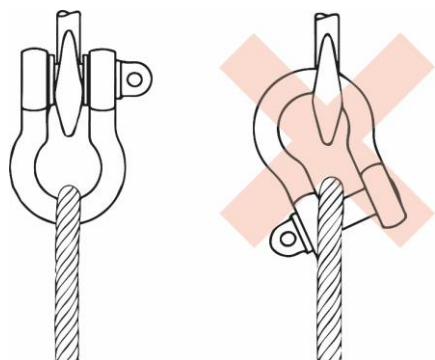

Figure 3
- Évitez les applications dans lesquelles en raison du mouvement (par exemple, celui de la charge ou du câble) la goupille de la manille peut tourner et éventuellement se dévisser (voir Figures 3 et 4).